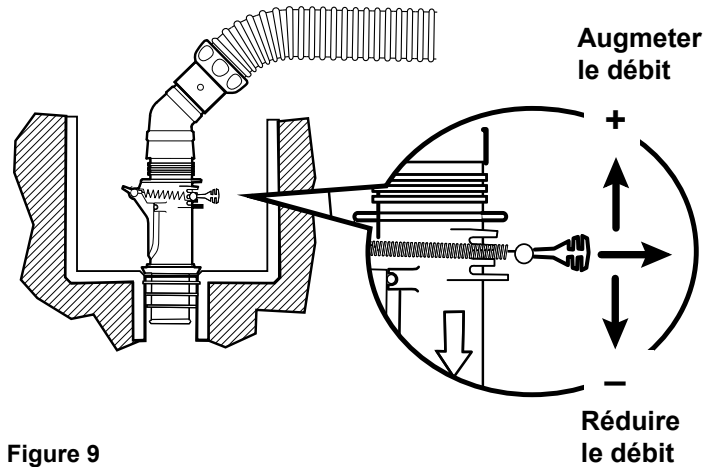

Figure 9
- Régler la valve FlowKeeper™ en augmentant ou en réduisant le débit, ou régler les vannes au niveau de la plateforme des appareils pour augmenter ou réduire le débit d'eau vers l'aspirateur au besoin (Figure 9).